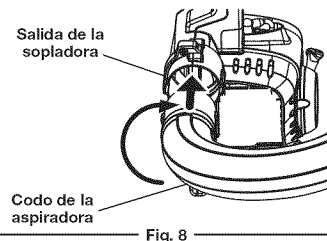

Fig. 8
1. Colocado frente a la unidad, sostenga con la mano izquierda el extremo con chaveta del codo de la aspiradora y, con la derecha, el extremo ensanchado. Alinee las lengüetas de traba del extremo a chaveta con las lengüetas de traba de la salida de aire de la sopladora. (Fig. 8)
2. Inserte el codo de la aspiradora dentro de la sopladora y gire en sentido de las manecillas del reloj hasta que caiga en su lugar y cierre. (Fig. 8)